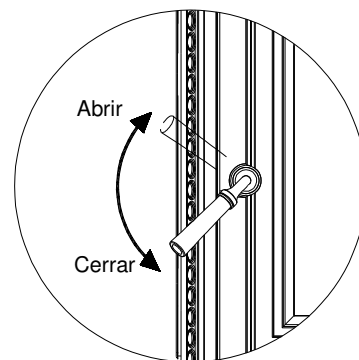

Fig.15
**MANDO DE LA PUERTA FRONTAL:** La puerta frontal le permite acceder al interior del hogar para cargar leña en su estufa y para su limpieza, y le proporciona la visión del fuego a través del cristal. Para abrir la puerta, levante el mando hasta la posición (del reloj) en las 10 horas y tire de la puerta. Fig. 15. Para cerrar la puerta, presione la puerta contra el marco bajando el mando a la posición (del reloj) de las 8 horas.